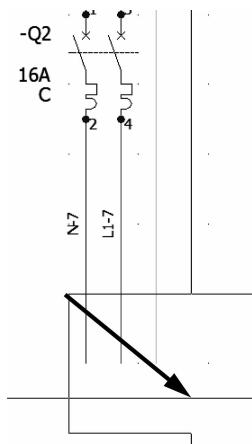

图 2-9 插入黑盒
**步骤3 插入黑盒** 【缩放】到断路器【-Q2】，将【捕捉】改为【2.5】。单击【插入黑盒】，选择黑盒符号 EW\_BB\_BlackBox\_2。在【N-7】电位左侧单击，作为起始点位置。在右下方插入矩形的下方点，如图 2-9 所示。